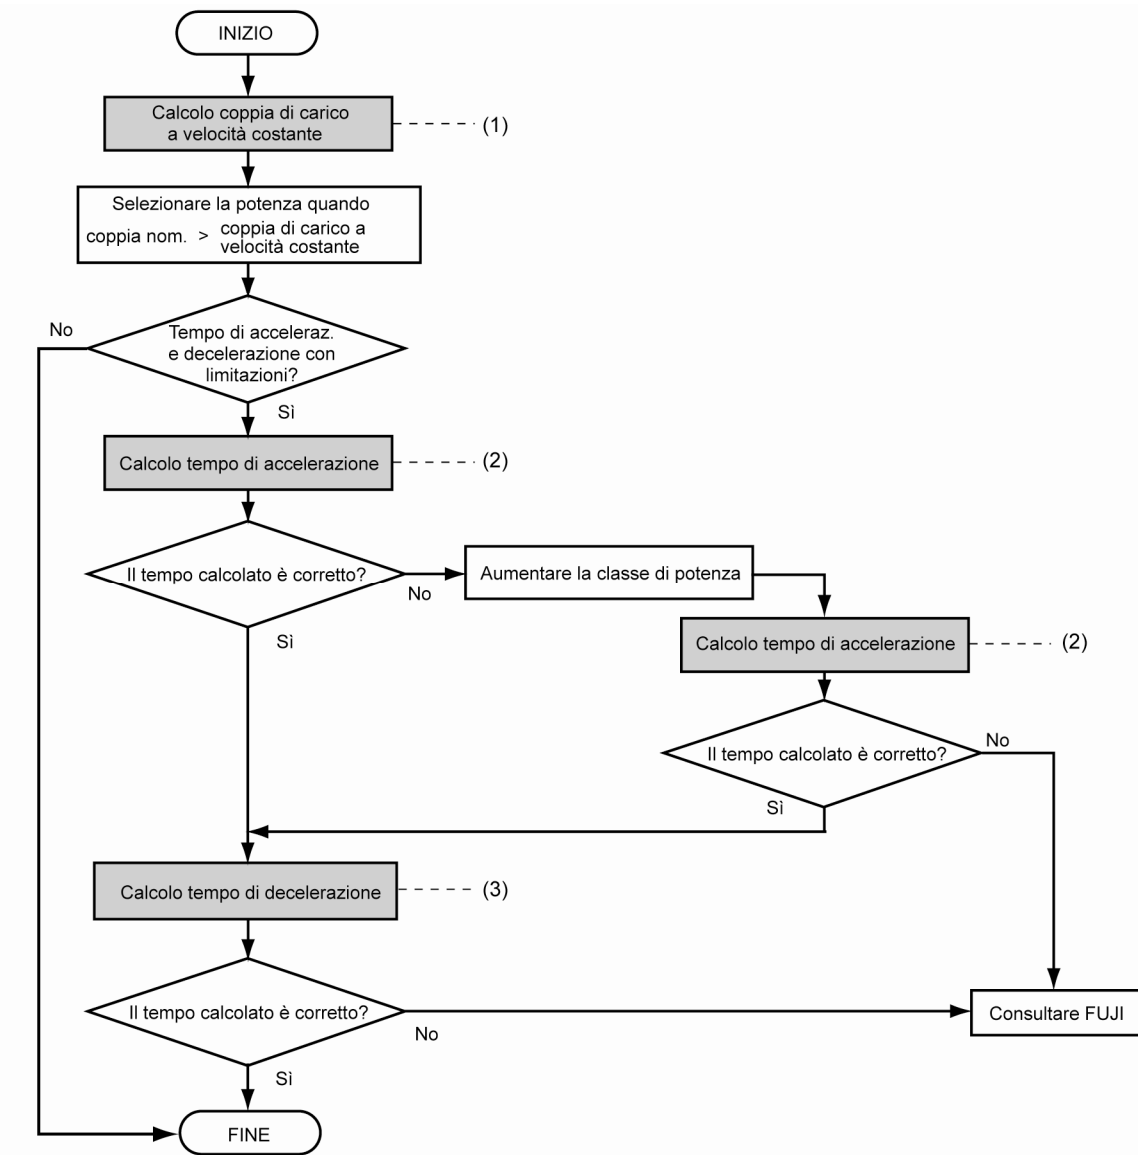

Figura 7.3 Procedura di selezione
La figura 7.3 illustra la procedura generale per la selezione degli inverter più adatti. Nelle prossime pagine sono descritte le fasi da (1) a (3).